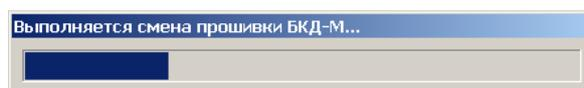

Рисунок 21
8) Начнется процесс записи встроенной программы БКД-МЕ, который может занять несколько секунд (рисунок 21).